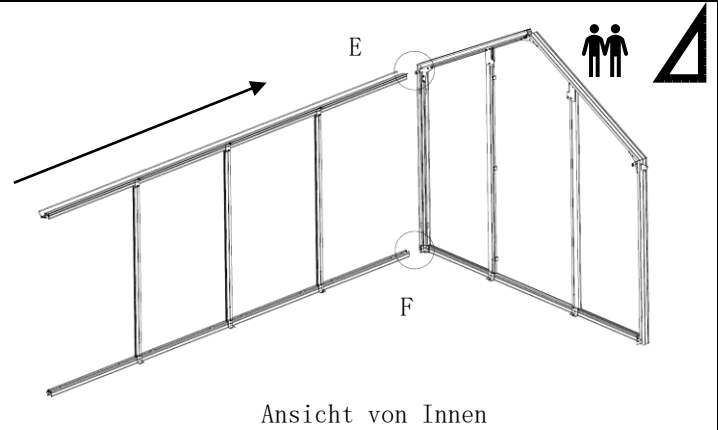

Abb. 51
- Verschraubungen (Pos. U4/SM30) werden handfest angezogen! (Abb. 51)